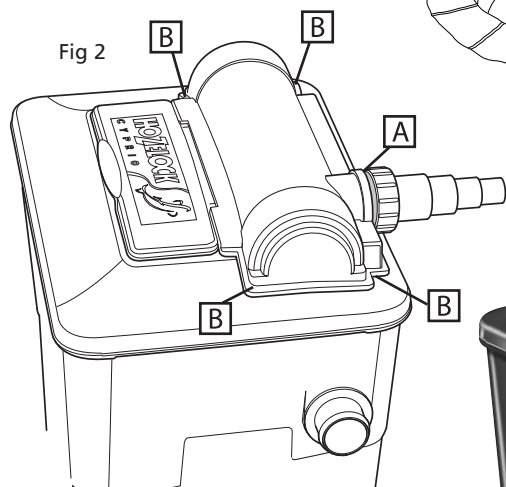

Fig 2
2.3 Zastosuj na miejsce osłone instalacji elektrycznej/wziernik i dokrećciĀ cztery śruby mocujące. WłączyĀ dopływ prądu do filtra Ecopower i sprawdŹiĀ przez wziernik (zob. 'A' rys. 2), przez który wiadaĀ, czy lampa się świeci.
**7.6** Ostrożnie wpasować pokrywę na wierzchu zbiornika i zatrasnąć, wciskając brzegi. Włączyć ponownie pompę, sprawdzając, czy nie ma przecieków, gdyż może to spowodować opróżnienie sadzawki z wody. Włączyć dopływ prądu do filtra Ecopower i sprawdzić przez wziernik (zob. 'A' Fig 2), czy działa lampka UV.